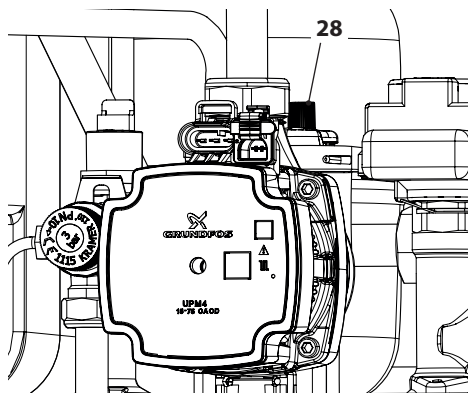

Figura 9.13
- Per facilitare lo svuotamento, svitare il tappo 28 della valvola di sfianto automatica in Figura 9.13.